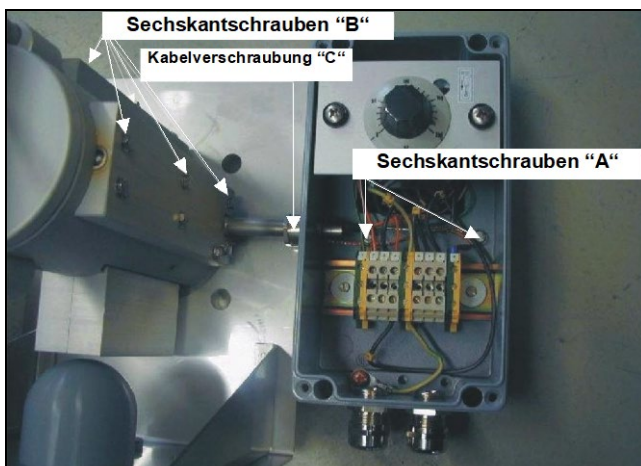

Abbildung 16 Positionierung der Befestigungsschrauben und Kabelverschraubung
- Die beiden Schrauben "A" im Boden der Anschlussdose (Abbildung 16) mit welchen diese an der Haltetasche montiert ist, herausschrauben.
- Die Sechskantschrauben "B" (Abbildung 16) für die Befestigung der Heizpatronen-Aufnahmeplatte und der Thermostatsensor-Aufnahmeplatte herausschrauben.